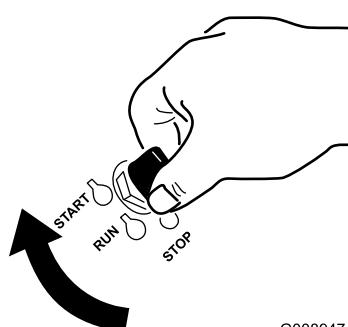

Figure 13
1. Tournez la clé de contact à la position **Démarrage** (Figure 13). Relâchez la clé quand le moteur démarre.
7. Tournez la clé de contact à la position de démarrage (Figure 13). Relâchez la clé quand le moteur démarre.